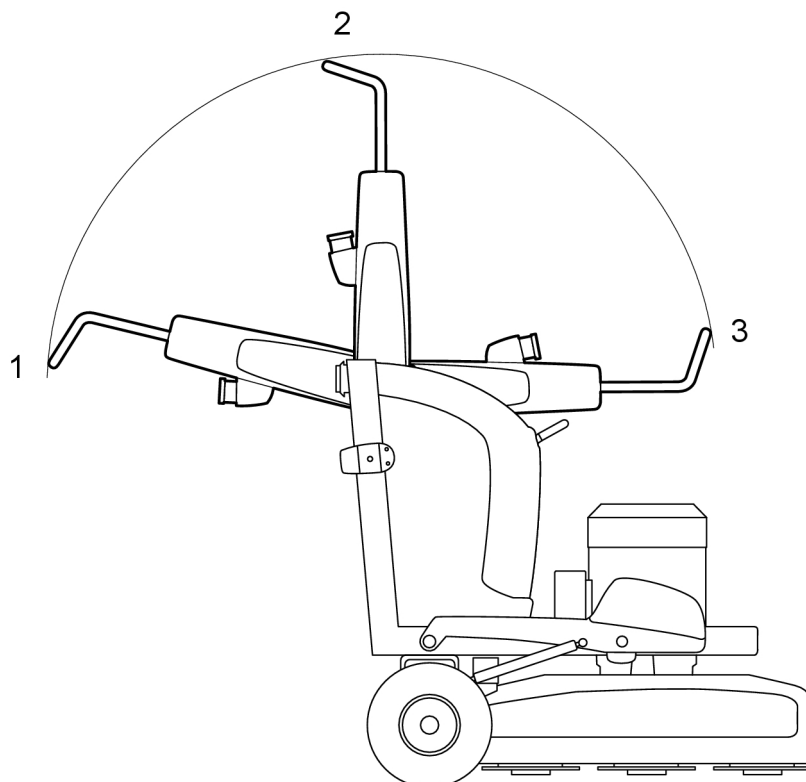

Figura 4-2. Posições do punho
1. Dobre o punho para a posição traseira, ver Figura 4-2, página 18.
4. Coloque o punho na posição de trabalho, ver Figura 4-2, página 18.
4. Colocar o punho na posição de trabalho, ver Figura 4-2, página 18.